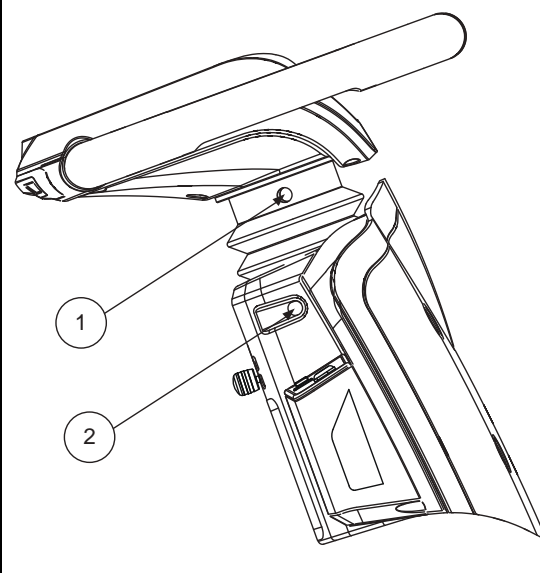

Figura 16. Regolazioni altezza manubrio/inclinazione console
1. Inserire una chiave esagonale da 5 mm nell'apertura situata nella parte laterale del manubrio ed allentare il bullone. **Vedere figura 16.**
1. Inserire una chiave esagonale da 6 mm nell'apertura situata nella parte laterale del manubrio ed allentare il bullone. **Vedere figura 16.**